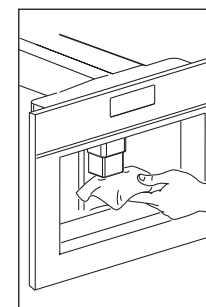

Fig. 36
- ▶ Nettoyer les becs régulièrement avec une éponge (Fig. 36).